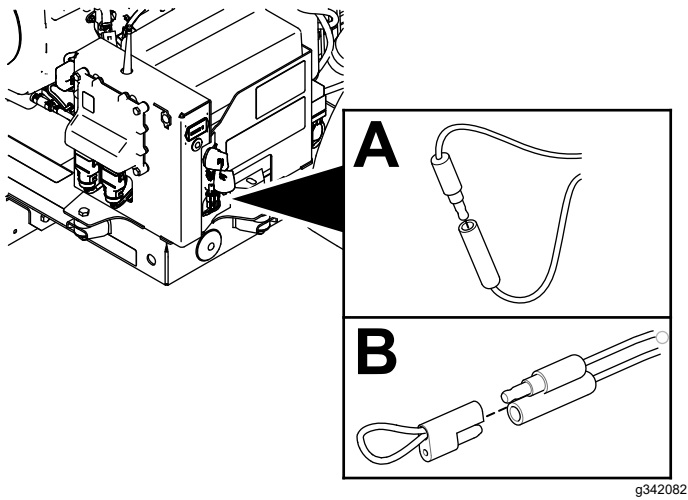

Рисунок 57
2. Выньте одноштыревой разъем из одногнездового разъема (**Рисунок 57**).
3. Вставьте одноштыревой разъем и одногнездовой разъем в привязную крышку (Рисунок 57).